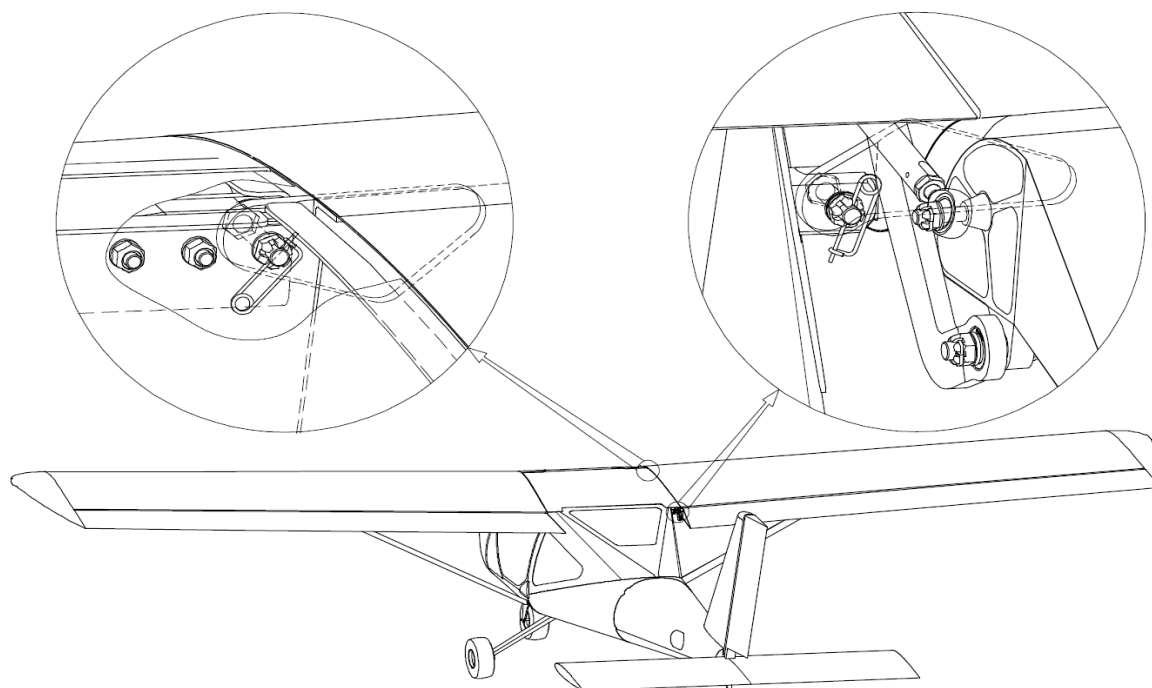

Fig. 21 Dépose de l'aile – Points d'attache aile-fuselage
L'installation du système de parachute de secours est représenté en Fig. 21. Le parachute stocké dans un container souple (1) est situé derrière la soute à bagages. Pour déployer le système, actionner la poignée (2) du dispositif d'éjection relié par un câble (3) à la fusée pyrotechnique (4). Cela propulse la fusée qui extrait le parachute attaché par une lanière (5) via un mousqueton (6) aux câbles (7) et (9) fixés aux points d'attaches (8) et (10). La position des points d'attaches et la longueur des câbles sont tels que l'appareil sous son parachute est suspendu dans une certaine position (ailes à plat, nez bas). Cette position assure une meilleure protection des pilotes durant l'atterrissage d'urgence malgré que la structure puisse être légèrement endommagée en absorbant l'énergie de l'impact.